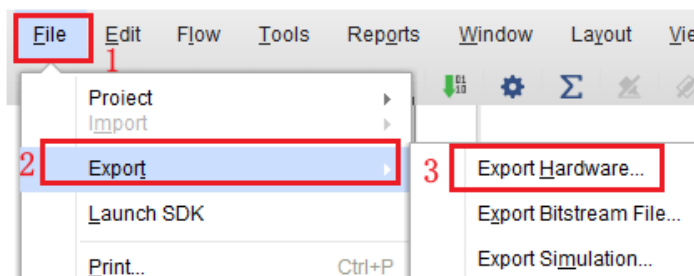

图 1-16 导出 bit 文件
1. 编译工程，然后依次点击 File->Export->Export Hardware，导出 bit 文件，如下图 1-16 所示。